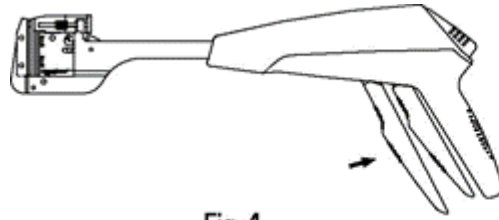

Fig 4
Inserte el enhebrador de sutura en el dilatador, asista a la bolsa de la mucosa y submucosa. Retire el enhebrador de sutura después de él. Ver Fig. 4.
6. Después de que la grapadora esté completamente cerrada, tire de la palanca de disparo para grapar los tejidos. Un sonido "pu" significa que el tejido está grapado. Ahora la palanca de disparo está en la posición final, por favor, se debe mantener por 30 segundos más. Corte el exceso de tejido con el bisturí a lo largo de los bordes de la grapadora, desinfectada con yodo. (Ver fig. 4)